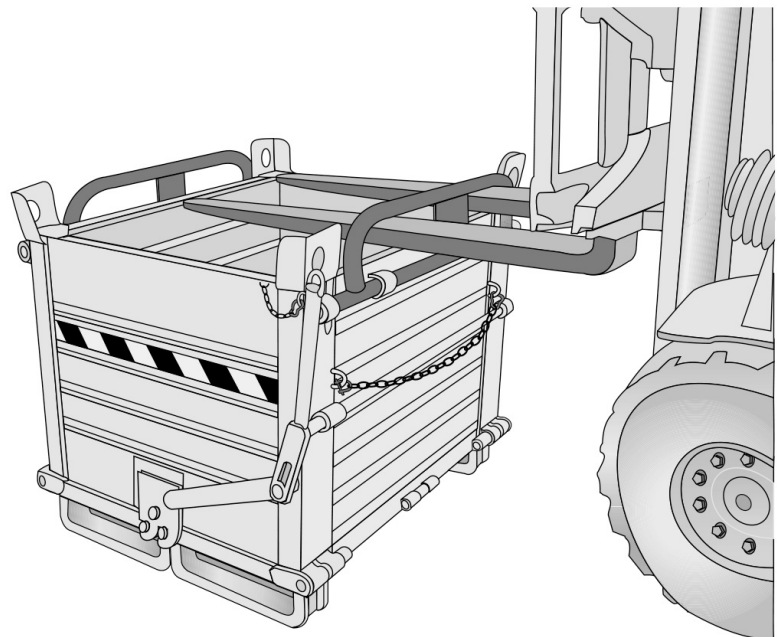

Fig.6.2.2
- 6.2.2 Placer les fourches dans les poignées d'insertion appropriées en maintenant les vérins d'élévation du chariot en position verticale. Si nécessaire, ajuster le tablier porte charge pour centrer les points d'insertion des fourches (**fig. 6.2.2**).
- 6.2.2 Position the forks simultaneously in the forking handles keeping the lifting uprights of the truck in a vertical position. If necessary adjust the translator to centre the points for inserting the forks (**fig. 6.2.2**)